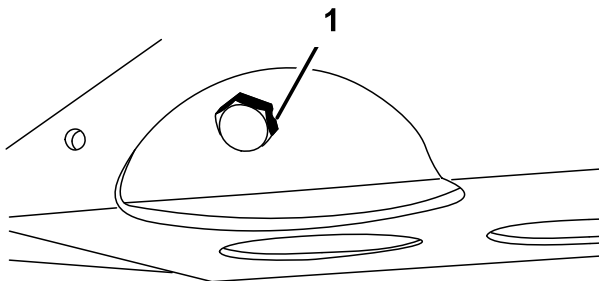

Figure 44
2. Retirez le bouchon de vidange et laissez couler l'huile dans un bac de vidange (Figure 44).